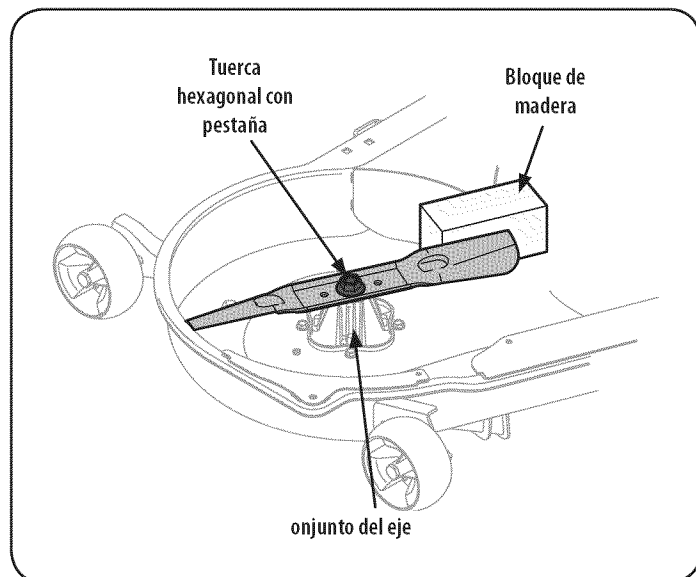

Figura 38
- Use una "llave de 15/16 para sostener la tuerca hexagonal en la parte superior del conjunto del husillo cuando afloje la tuerca hexagonal que fija la cuchilla. Un bloque de madera puede ser colocado entre el alojamiento de la plataforma y el filo de la cuchilla para ayudar a aflojar la tuerca hexagonal que fija la cuchilla. Ver Figura 38.